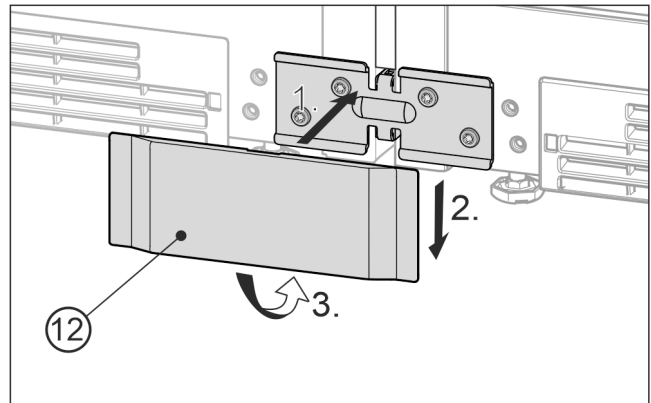

Fig. 25 Reprezentare exemplificativă
- ▶ Aplicați din față capacul Fig. 25 (12) inferior peste vinclu Fig. 25 (1), împingeți-o în jos Fig. 25 (2) și fixați-o în poziție în partea inferioară Fig. 25 (3).